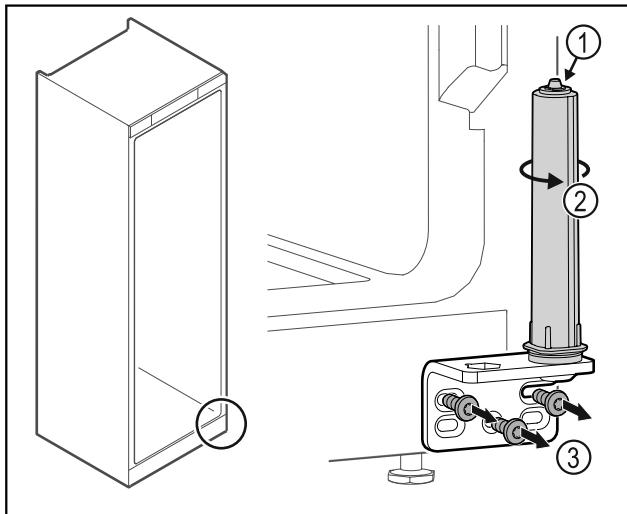

Fig. 37
- ▶ Не розбирати систему закриття дверей Fig. 37 (1).
- Повернути систему закриття Fig. 37 (2) до клацання.
- Відкрутити шарнірний кутик Fig. 37 (3).